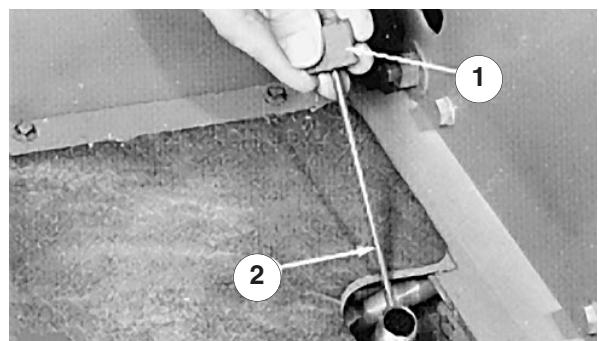

Figure 7
2. Dévissez la jauge du goulot de remplissage (Fig. 7) et essuyez-la sur un chiffon propre. Revissez la jauge à la main dans le goulot de remplissage, puis sortez-la de nouveau pour vérifier le niveau d'huile. Si le niveau est à plus de 13 mm de la rainure de la jauge (Fig. 7), versez suffisamment d'huile pour amener le niveau à la rainure. Le niveau ne doit pas dépasser la rainure de plus de 13 mm